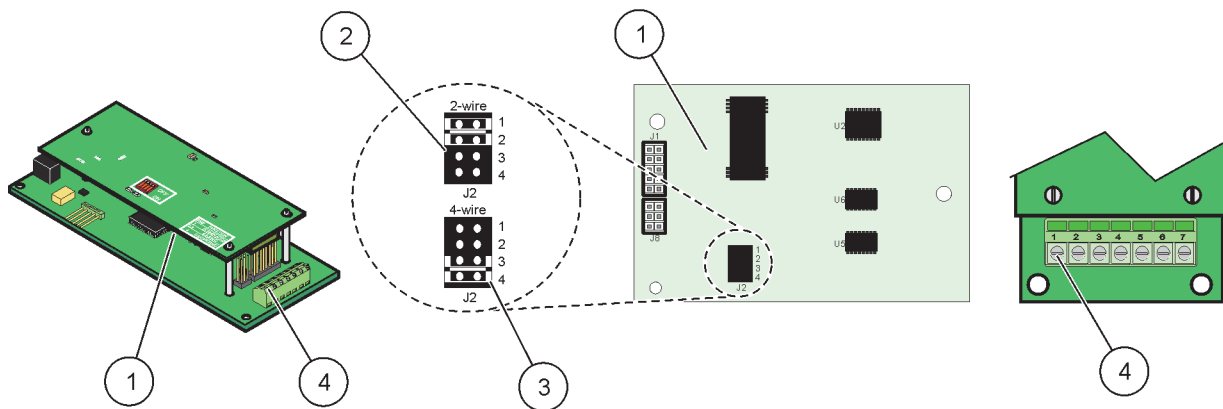
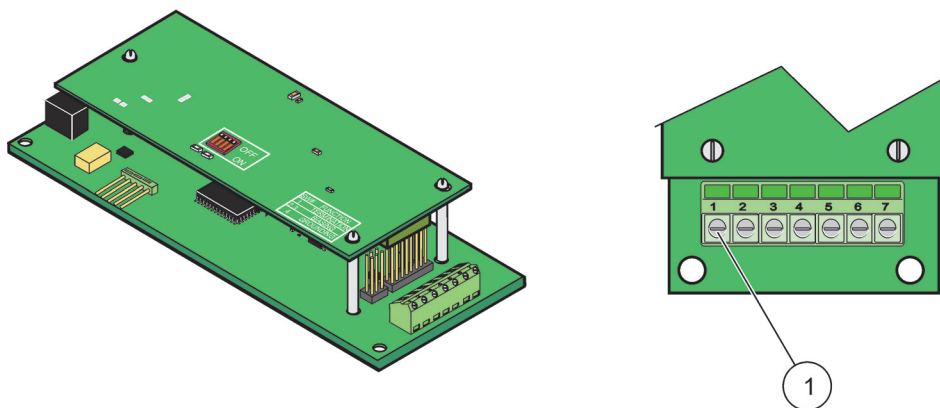

Рисунок 24 Подключение платы Modbus RS485 (YAB021)
Рисунок 25 Подключение платы Modbus RS232 (YAB047)
4. Пропустите кабель через основание модуля, хорошо подготовьте и вставьте каждый провод в клемму в соответствии с Рисунок 24/Таблица 7 и Рисунок 25/Таблица 8.